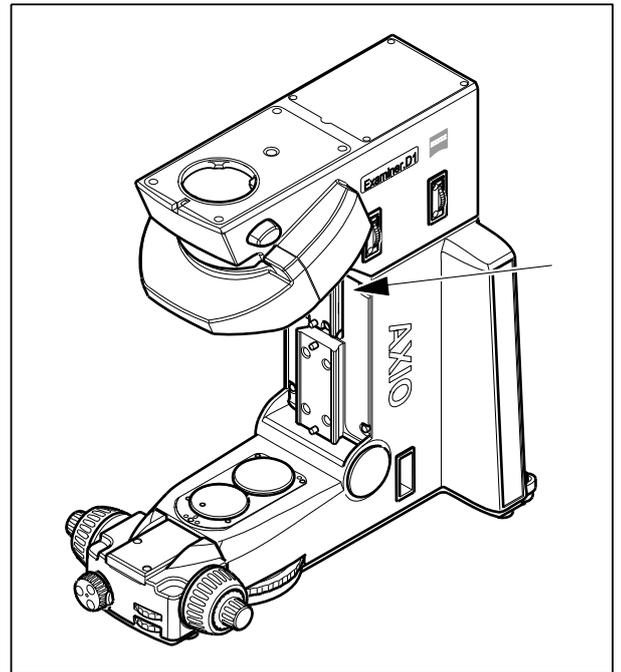

图 4-23 运输 Axio Examiner
- 双手握住显微镜上部 (图 4-23) 的下方将其提起并移动到目标位置。